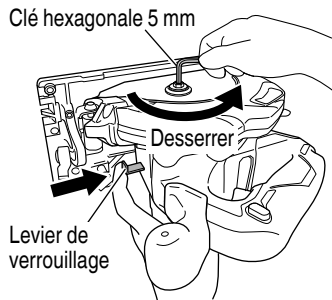

Fig. 9
(1) Régler le volume de coupe au maximum, et placer la scie circulaire comme indiqué à la Fig. 9.